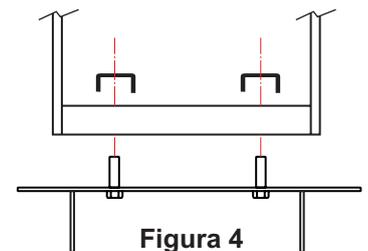

Figura 4
- Colocar los hierros "U" como se muestra en la **figura 4** y ajustar las tuercas.